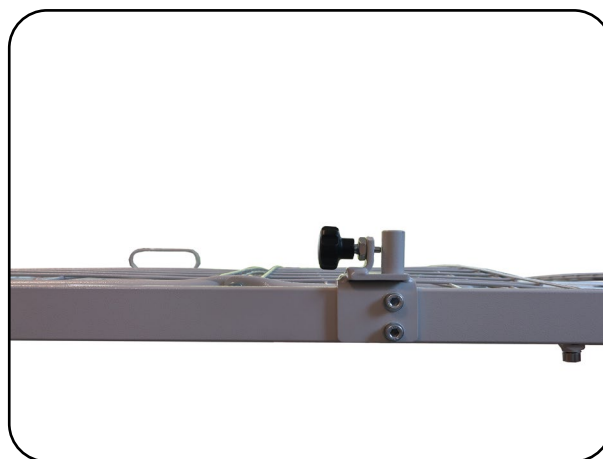

Abb. 6.4.03 - Seitengitteraufnahme montiert
3. Befestigen Sie die Seitengitteraufnahme mit den Zylinderskopfschrauben M8 x 16 mit Scheiben in den Gewindebohrungen an dem Liegeflächenrahmen (Abb. 6.4.03).